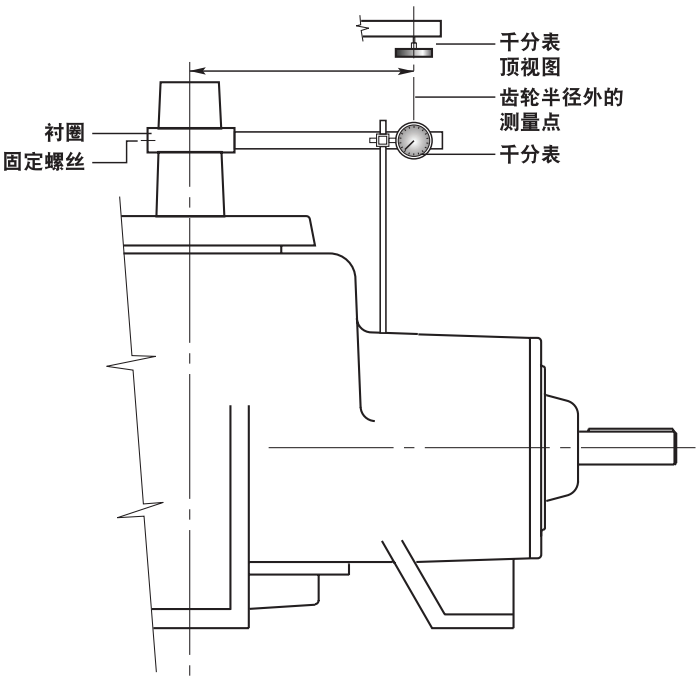

图 5 - 齿轮间隙测量
2. 在小齿轮上有“X”标记的轮齿落位于环形齿轮上的两个“X”标记轮齿之间后，请使用千分表检查间隙，如图 5 所示。锁定小齿轮轴，以防止旋转。以相当于环形齿轮外半径的距离测量的风扇轴移动量就是间隙大小。通过在底部轴承盖处拆卸或添加垫片（420）来沿轴向调整环形齿轮，进而设置间隙。